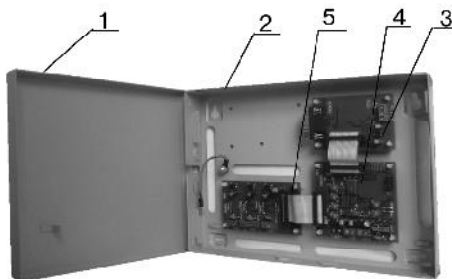

Рисунок 120
Конструкция БСИ-А предусматривает его размещение на стене. Основными элементами конструкции являются (рисунок 120): крышка (1), основание корпуса (2), плата центрального процессора (4), модуль преобразователя уровней (3), модуль расширения каналов (5). На плате центрального процессора расположены контактные колодки для подключения питания одного БЦ-А, разъемные соединения для подключения ПУ и МПК-А. Схема разметки приведена на рисунке 121.